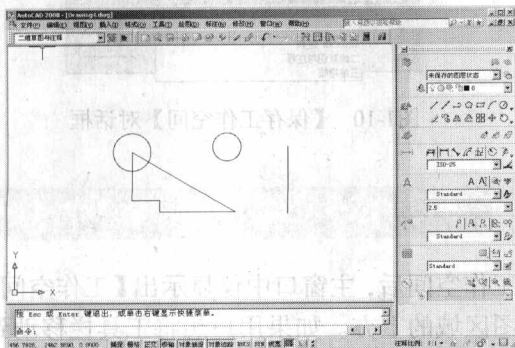

图1-7 缩小图形
- (12) 单击程序窗口右边【面板】上的 按钮, 光标变成放大镜形状 。此时按住鼠标左键向下拖动光标, 图形缩小, 如图 1-7 所示, 按 **Esc** 键或 **Enter** 键退出。
- (13) 单击程序窗口右边【面板】上的 按钮 (删除对象), AutoCAD 提示: